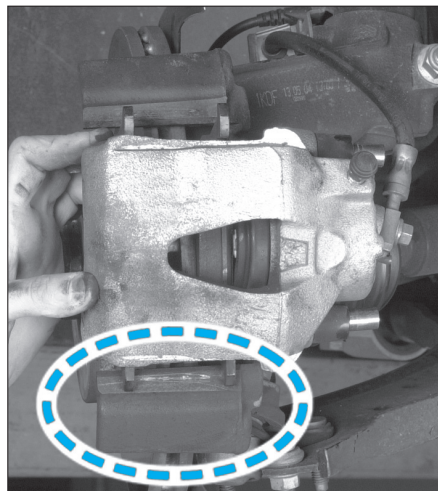

Fig. 5
- Remettre en place l'étrier (muni des plaquettes) sur la partie basse de la chape de frein en premier (Fig.5).